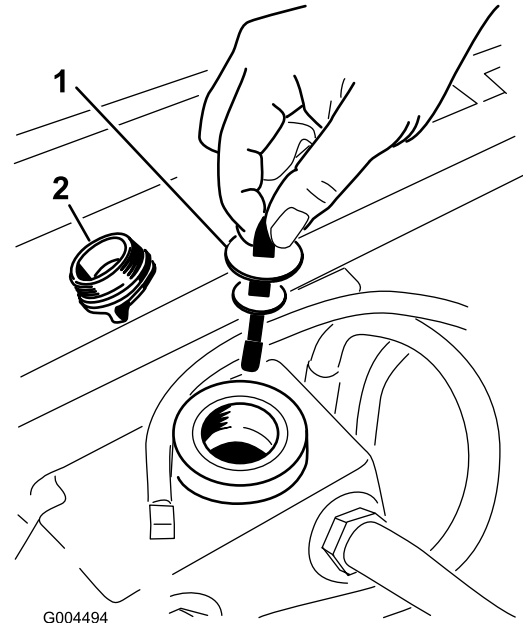

Bild 61
5. Nehmen Sie den Deckel des Hydraulikbehälters vom Einfüllstutzen ab (Bild 61).
6. Nehmen Sie den Peilstab heraus und wischen Sie ihn mit einem sauberen Lappen ab (Bild 61).
7. Stecken Sie den Peilstab in den Einfüllstutzen und ziehen ihn dann heraus, um den Ölstand zu prüfen (Bild 61).